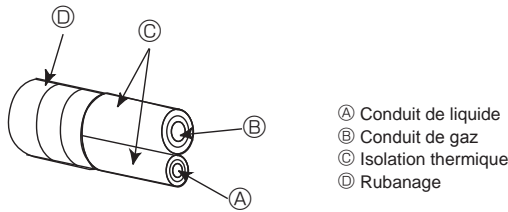

Fig. 4-4
4.3. Connexion des tuyaux (Fig. 4-4, Fig. 4-5)